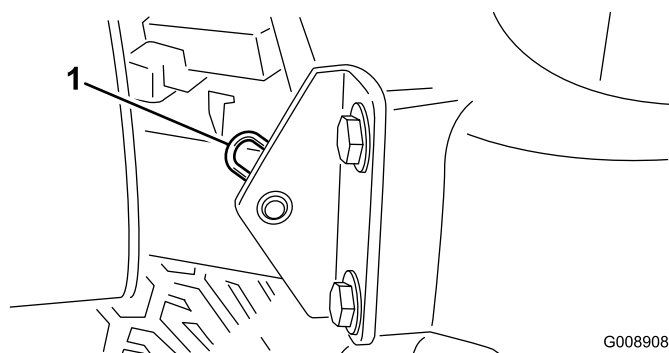

図 46
2. フードのピボット部をブラケットに固定しているコッター・ピンを抜き取る (図 46)。